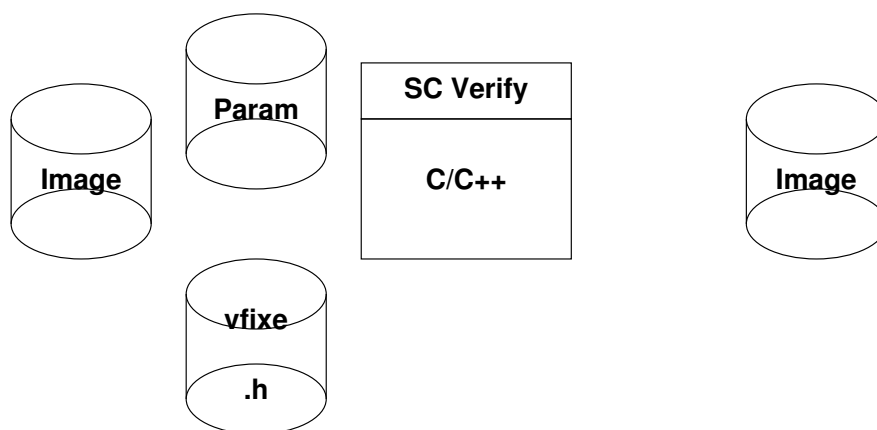

FIGURE 3 – Etape 3 : virgule fixe *pré*-HLS dans l'environnement SC-Verify
- Implémentation pour la HLS, figure 3